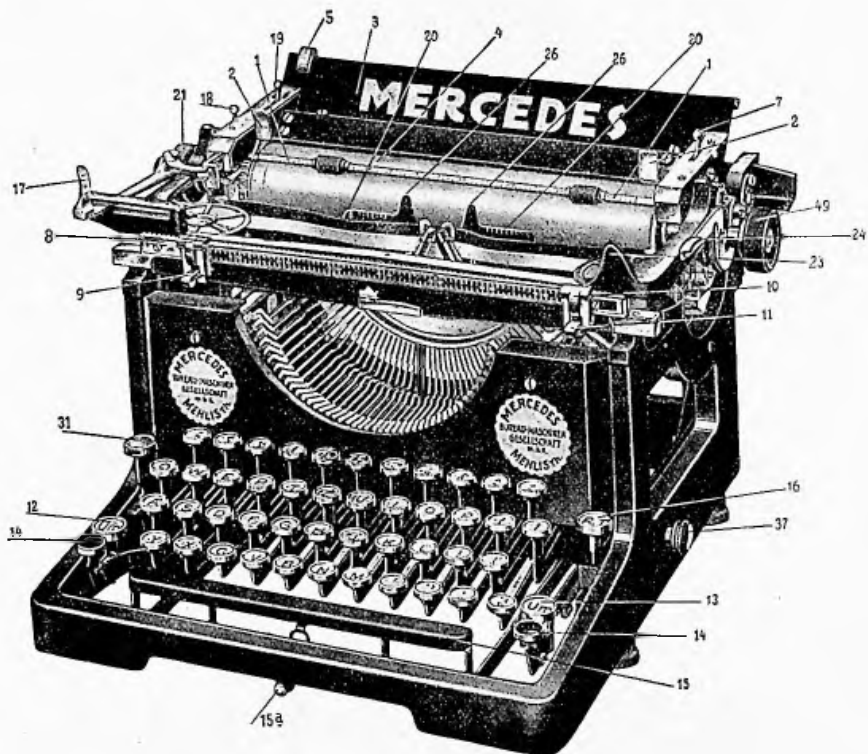

Fig. 1
Die Mercedes ist entweder mit durchgehender Papierandruckstange (Fig. 1 Nr. 1), der Papierführung „B“, oder mit zwei seitlichen von unten kommenden Armen, der Papierführung „C“, ausgestattet. In beiden Fällen müssen die kleinen Rollen, resp. die Arme, so eingestellt werden, daß sie die seitlichen Ränder des Papieres fassen.
Man klappe bei Papierführung „B“ den Papierandruckbügel 1 (Fig. 1) mit Hilfe des Griffes 2 hoch. Sodann führe man den zu beschreibenden Bogen so zwischen das Papiereinführungsblech 3 und die Schreibwalze 4, daß er mit seiner ganzen Breite unten aufstößt, wobei der Briefkopf nach unten gegen das Einführungsblech 3 gewendet wird. Darauf drehe man einen der Walzenknöpfe 49 oder 21 und achte darauf, daß sich das Papier nach Verlassen der Walzen unter den Bügel 1 schiebt, worauf man diesen wieder herunterklappt.
Um auf vorgedruckten Linien zu schreiben, kann man den Hebel 19 (Fig. 2) vordrücken und das Papier durch Drehen der Walze mit Hilfe der beiden rechts und links von der Anschlagstelle befindlichen Skalen 20 (Fig. 1) genau auf die Zeilenhöhe einstellen. Es ist aber zu beachten, daß bei späterem Zurückdrücken des Hebels 19 der erste Zeilenzwischenraum in der Regel nicht stimmen wird. Deshalb benutze man für solche Zwecke die an der Mercedes befindliche Vorrichtung des Walzenfreilaufes (Stechwalze). Die Anwendung erfolgt durch Einwärtsdrücken des am linken Walzenknopfes (21) befindlichen kleinen vernickelten Knopfes (22), während gleichzeitig die Walze durch Drehen des rechten Walzenknopfes (49) auf die gewünschte Stelle gebracht
Will man den Wagen nach rechts bewegen, ohne eine neue Zeile einzustellen, so drücke man mit dem Daumen der rechten Hand gegen den Griff 23 (Fig. 1). Um den Wagen nach links zu führen, lege man ebenfalls den Daumen gegen den Griff 23 und drücke gleichzeitig mit dem Zeigefinger auf den Auslösehebel 24. Der Wagen ist sodann frei beweglich und kann durch Loslassen des Hebels 24 an jedem beliebigen Punkte angehalten werden.